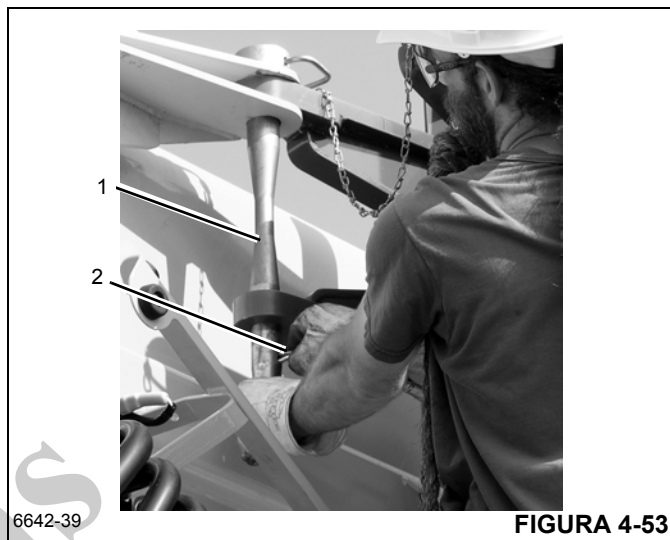

FIGURA 4-53
16. Instale o pino de armazenamento traseiro (1, Figura 4-53) e o grampo de retenção (2).